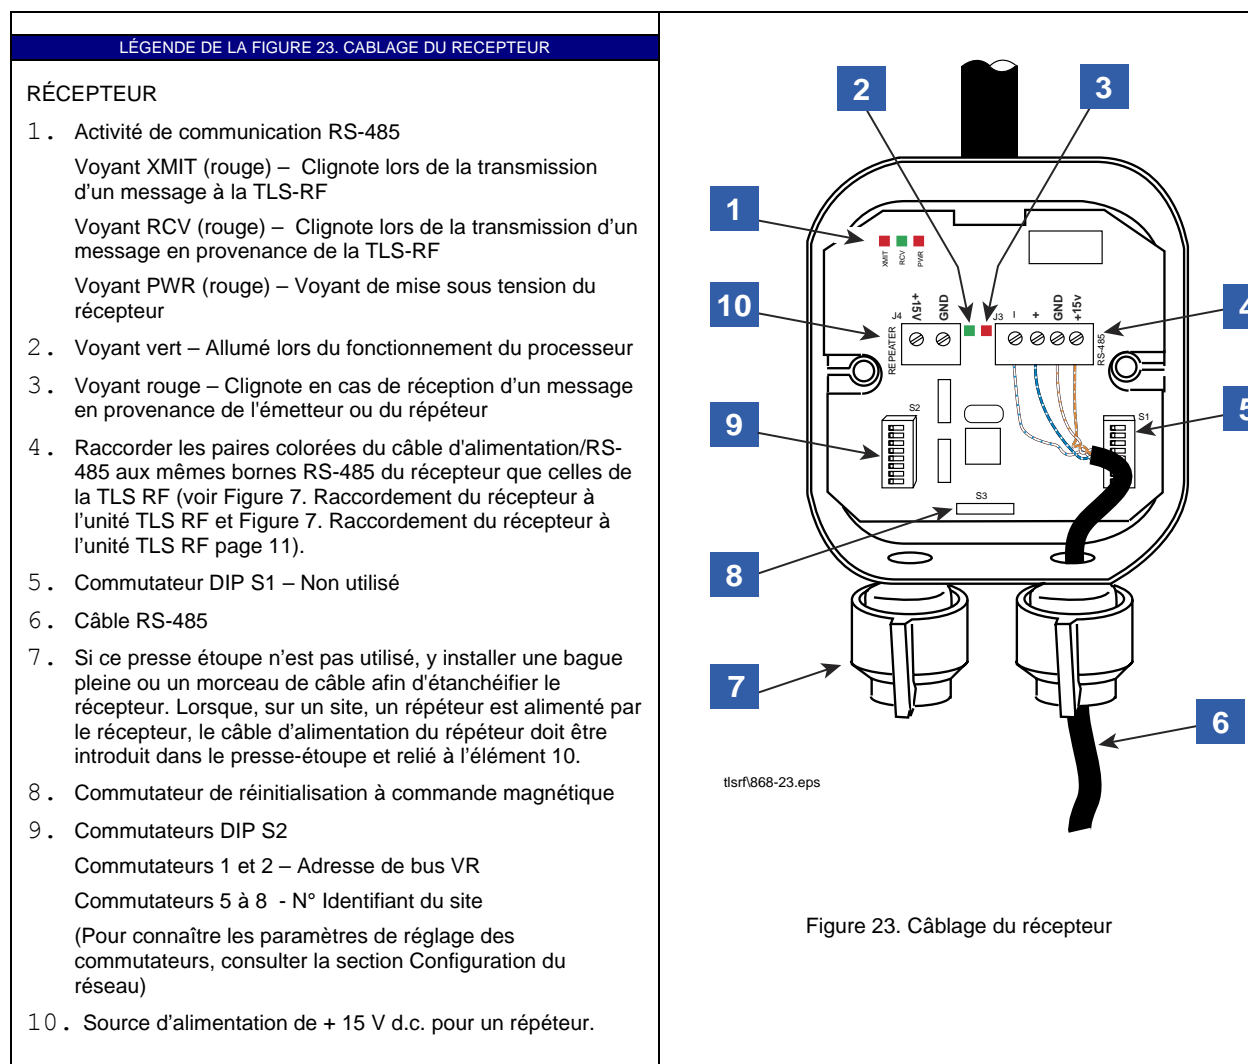

Figure 23. Câblage du récepteur
7. Saisir l'adresse de bus VR et l'identifiant de site du récepteur (voir élément 9 Figure 23. Câblage du récepteur). REMARQUE : La spécification précise de ces paramètres est cruciale pour empêcher tout problème de réception sur site. Pour éviter toute confusion et toute erreur possible, consulter la section Configuration du réseau et utiliser une fiche de réseau de site lors de la saisie d'une adresse de bus VR ou d'un identifiant de site (voir Annexe C).
7. Raccorder l'autre extrémité du câble d'alimentation d.c. du répéteur (fil noir à la masse, fil blanc à l'alimentation +15 V d.c.) à la borne de sortie +15 V d.c. du récepteur (voir élément 10 Figure 23. Câblage du récepteur) ou à une source d'alimentation 15 V d.c. non sectionnable de classe 2.
La saisie de cette adresse s'effectue en mettant les commutateurs, du DIP S2, 1 et 2 (voir Figure 23. Câblage du récepteur, page 29) en position «désactivée/OFF » ou « activée/ON », comme indiqué ci-dessous.